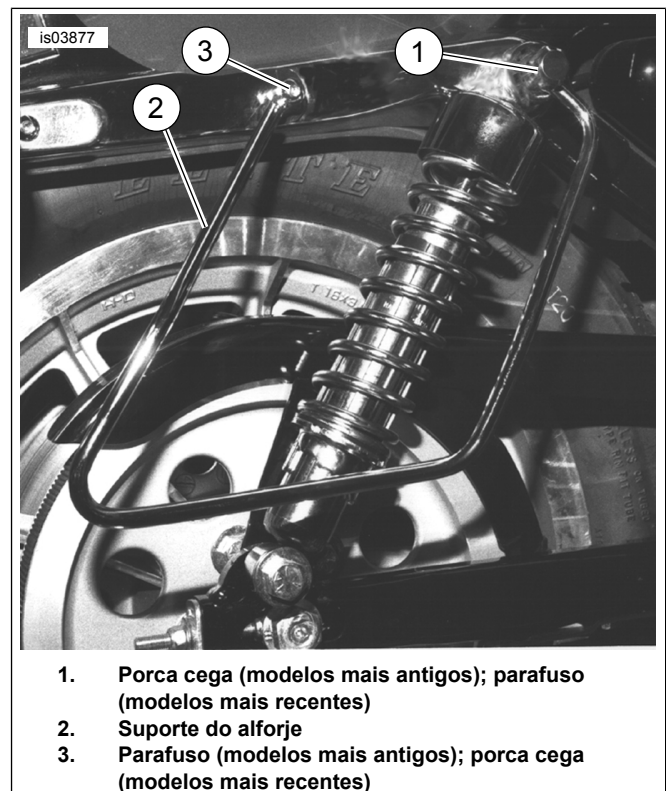

Figura 2. Instalação do suporte flexível do alforje
3. Veja a Figura 2. Remova o parafuso de cabeça abaulada e a porca (3) da tampa do suporte do pára-lama. Descarte o parafuso, mas guarde a porca para a instalação posterior.
3. Veja a Figura 2. Remova o parafuso de cabeça abaulada e a porca (3) da tampa do suporte do pára-lama. **Nos modelos anos 2000 a 2003**, descarte o parafuso, mas guarde a porca para instalação posterior. **Nos modelos ano 2004 e posteriores, EXCETO XL 1200N**, descarte o parafuso e a porca. **Nos modelos XL 1200N**, descarte o parafuso, mas guarde a porca para instalação posterior.